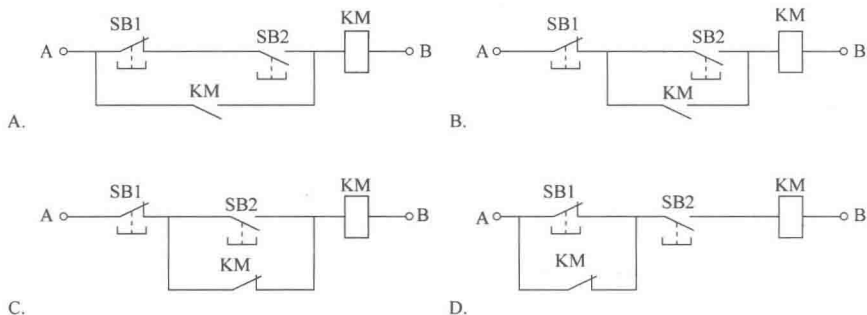

图 1-9
48. 如图 1-9 所示, 控制电路中能够正常工作的是\_\_\_\_\_。